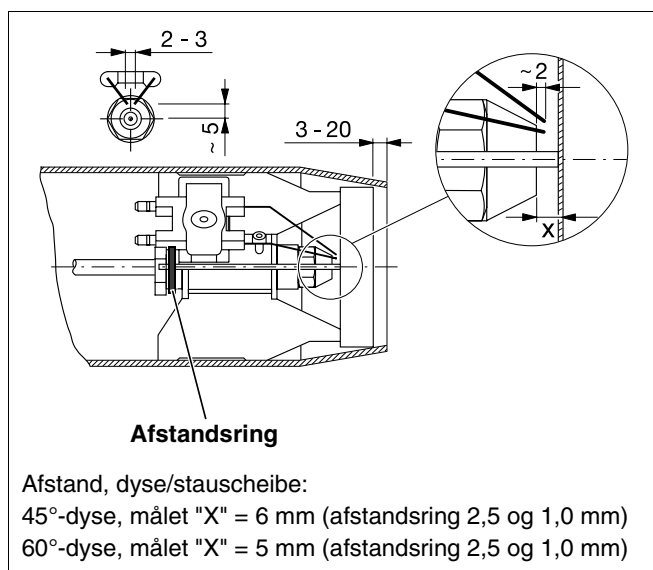

Fig. 20 Kontrol af tændelegtrodens indstillingsmål
- Kontrollér tændelegtrodens indstillingsmål (fig. 20).